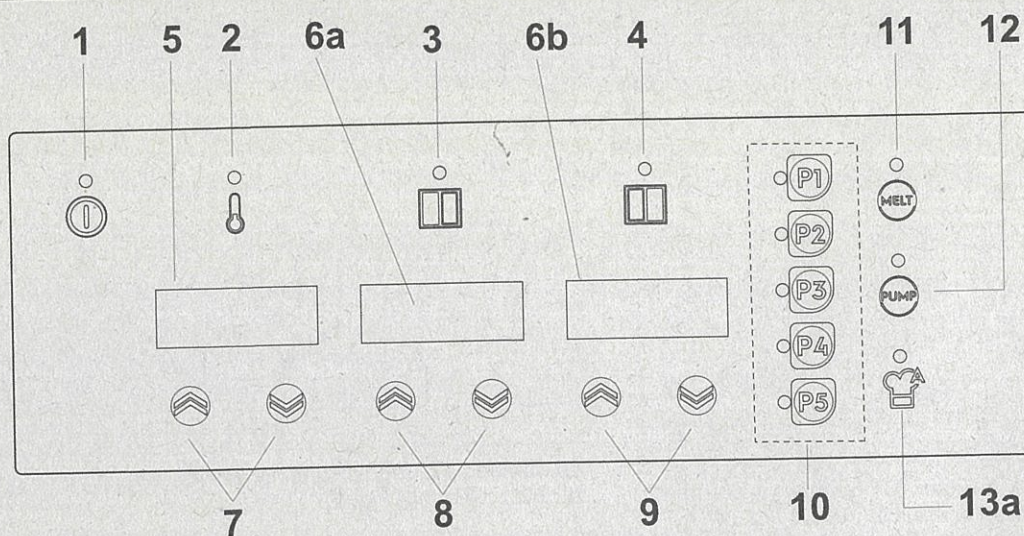

Fig. 6 – Versioni con sistema di sollevamento
Il cruscotto comandi presenta i seguenti simboli (vedere Fig. 6 o 7):
4. premere il tasto "1" per avviare l'apparecchiatura (vedere Fig. 6 o 7).
Vedere Fig. 6 o 7.